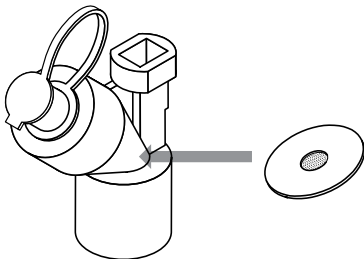

Abbildung 2. Aerogen Palladium-Vibrationsnetztechnologie
- Keinen übermäßigen Druck auf die gewölbte Blendenplatte in der Mitte des Verneblers ausüben (Abbildung 2).